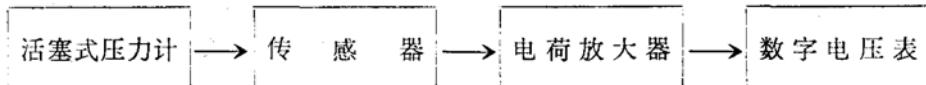

图9 静态标定装置方框图
1) 静态特性的标定：传感器的静态特性表示传感器在被测物理量各个值处于稳定状态时的输出关系，其主要指标是：线性度、迟滞、重复性和灵敏度，标定系统的框图如图9所示：